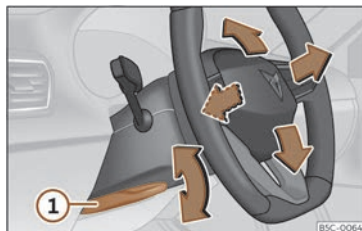

Fig. 65 Levier sur la partie inférieure latérale de la colonne de direction.
- Tirez le levier >>> **fig. 65 ①** vers le bas, déplacez le volant jusqu'à la position souhaitée et relevez le levier en position de verrouillage.
- Après avoir réglé la colonne de direction, poussez fermement le levier >>> **fig. 65 ①** vers le haut pour que le volant ne change pas de position accidentellement en cours de route.